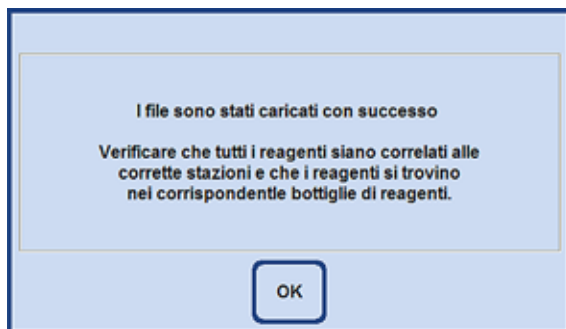

Fig. 120
- Dopo che tutti i dati sono stati caricati correttamente, compare un messaggio che conferma tale procedura e richiede di verificare tempestivamente la corretta correlazione dei reagenti (fig. 120).